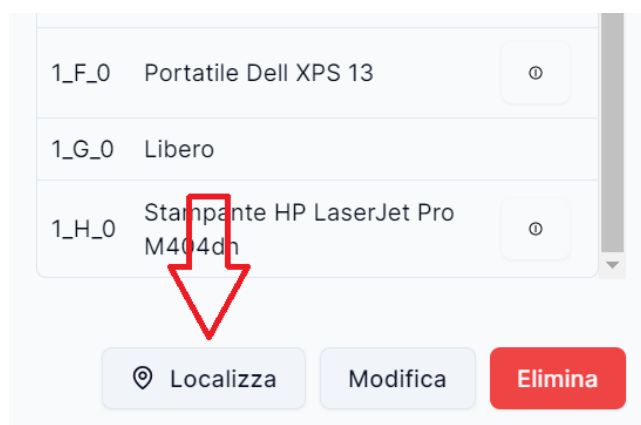

Figura 12: Pulsante localizza zona
- **Localizza:** se premuto (Figura 12) riposiziona automaticamente la visuale sulla zona, in modo da permettere una più immediata visualizzazione e localizzazione della stessa;